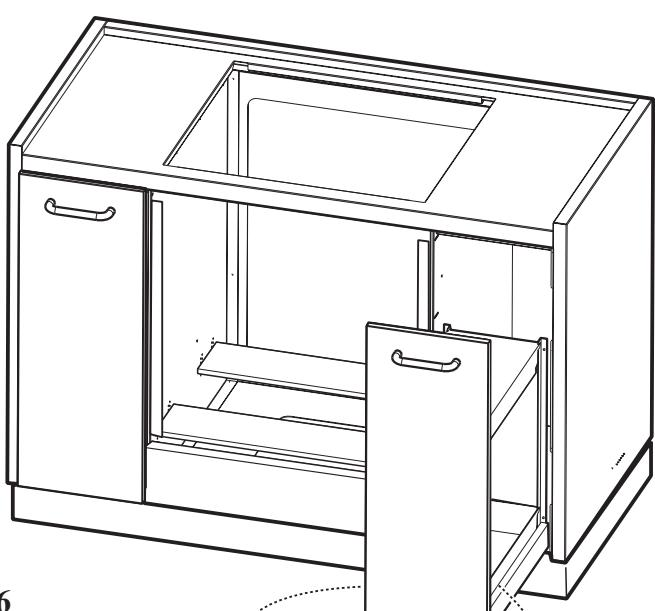

Fig. 6
9. Rimontare i cassetti (bloccarli tramite i dispositivi di bloccaggio **C** nel caso di modello da 1200mm o agganciare i cassetti alle viti **V** poste sulle rotaie **Z- fig. 1**). **Fig. 6**.
10. Regolare la chiusura dei cassetti estraibili agendo sulle viti di regolazione **M**. **Fig. 6**.